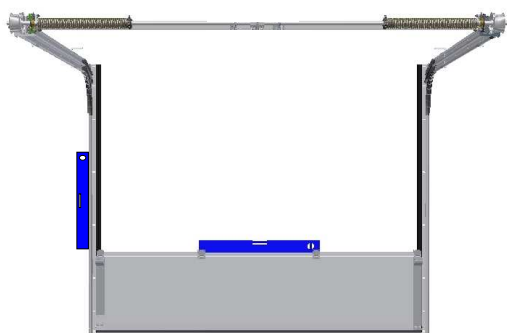

Fig. 22
- Haal het onderpaneel voorzichtig uit de verpakking en plaats het waterpas tussen de rails (fig.22 paneel te herkennen aan de bodembrubber met dubbele flap).